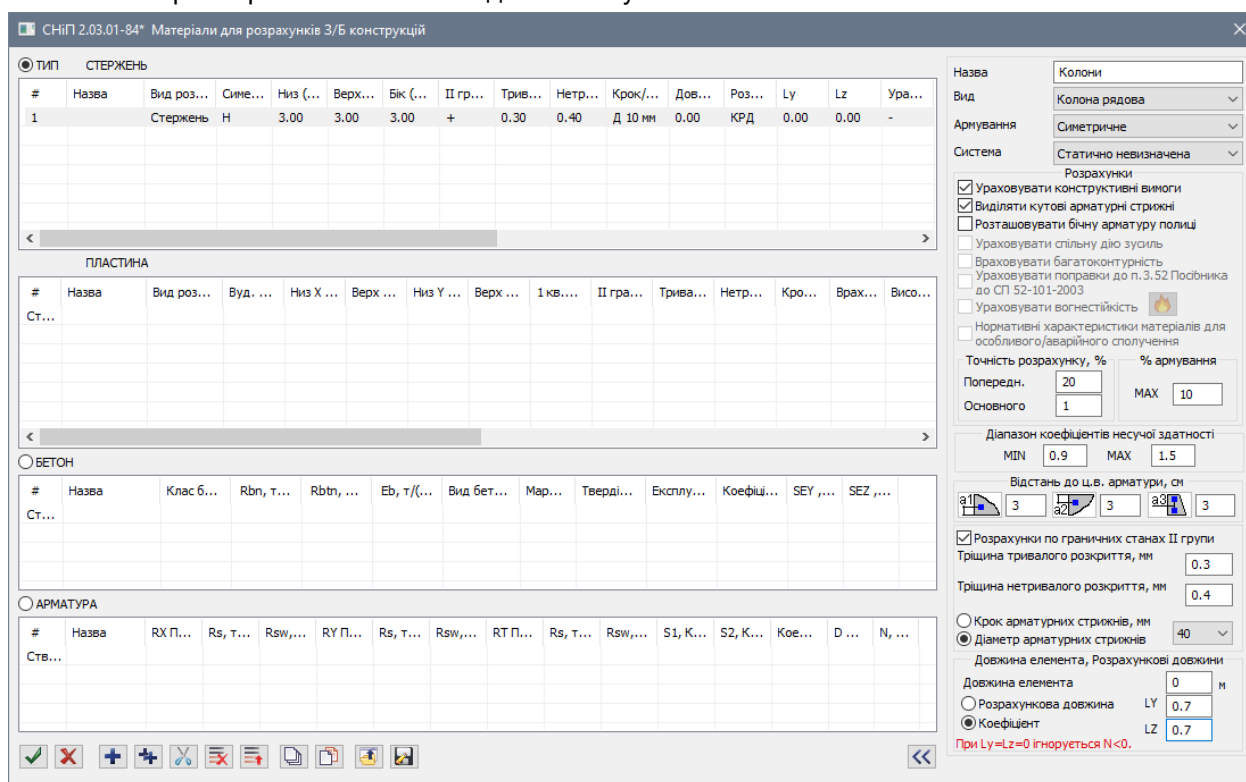

Рис. 18.8. Діалогове вікно **Матеріали для розрахунку З/Б конструкцій**
- На екран виводиться діалогове вікно **Матеріали для розрахунку З/Б конструкцій** (рис. 18.8), в якому натисніть по першому рядку у списку **ТИП: СТЕРЖЕНЬ** і після цього у правій частині вікна задайте наступні параметри для колон: